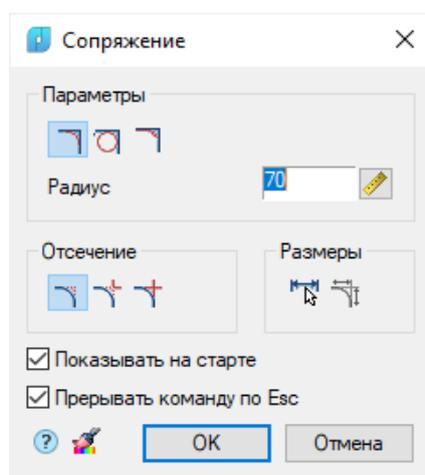

Рис. 46. Окно настройки параметров команды Сопряжение
*Этап 1.* После запуска команда вызывает диалоговое окно настройки параметров сопряжения, см. рисунок 46.